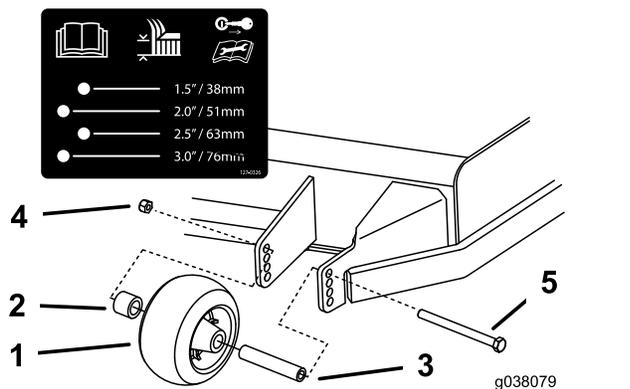

Рисунок 32
3. Отрегулируйте защитные валики, как показано на **Рисунок 32**.